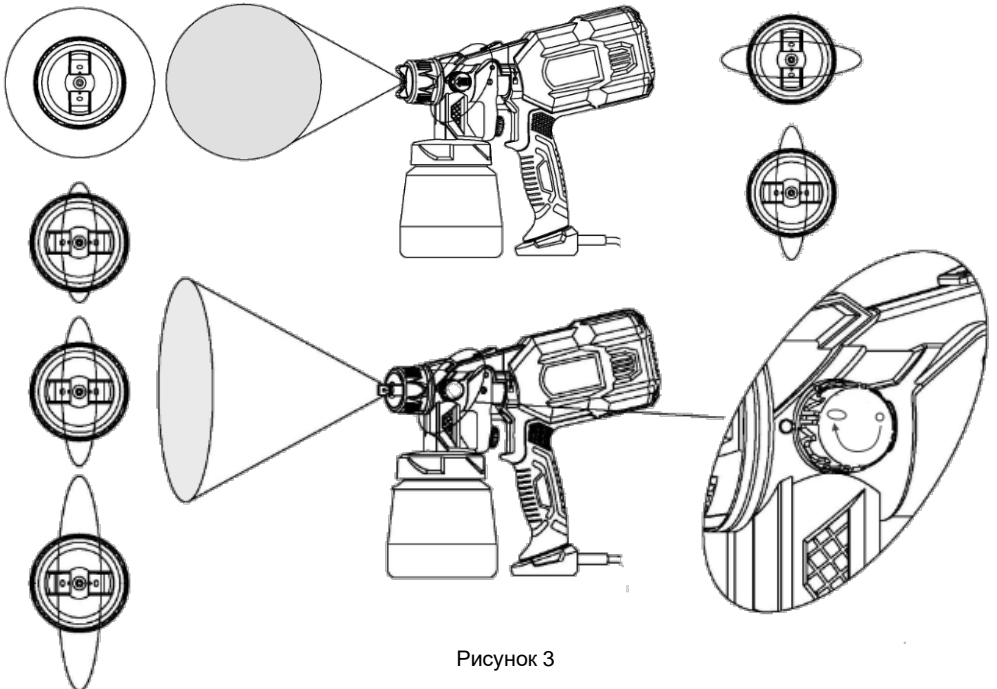

Рисунок 3
4.7 Регулятором орієнтації факела (2) оберіть необхідне положення (вертикальне або горизонтальне, дивіться рисунок 3).